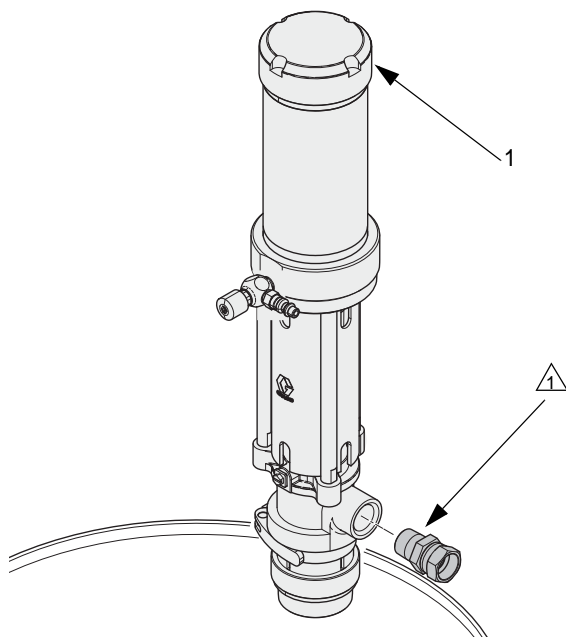

图 5
2. 将螺纹密封剂涂在出口外接头（没有提供）上并将它插入出口端口。参见图 5。
3. 使用提供的标签（70）标明相应的涂料泵。参见图 5。